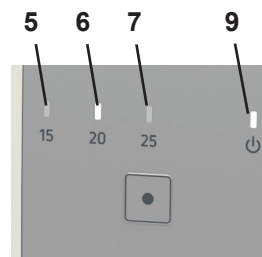

Abb. 4
- ◆ Die grüne Betriebsanzeige (9, Abb. 4) blinkt schnell.
- ◆ Die gelbe Anzeige des eingestellten Schwellenwerts leuchtet (5, 6, 7, Abb. 4).
- ◆ Die grüne Betriebsanzeige (9, Abb. 4) leuchtet
- ◆ Die grüne Betriebsanzeige (9, Abb. 4) leuchtet.
Erkennt der SILENT flow sensor an der Absaugstelle einen Volumenstrom, wird dies durch langsames Blinken der grünen Betriebsanzeige (9, Abb. 4) angezeigt.
Solange der Volumenstrom größer als der eingestellte Schwellenwert ist, leuchtet die entsprechende Anzeige (5, 6, 7, Abb. 4)